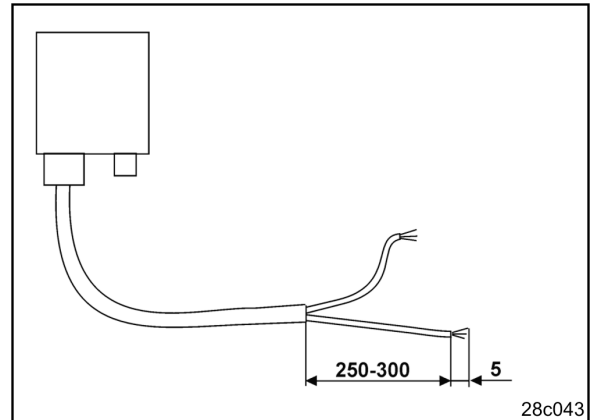

Рис. 5
3. Снимите оболочку прим. на 250–300 мм (Рис. 5) с конца кабеля.
- Зачистите концы кабеля (Рис. 5) на 5 мм.